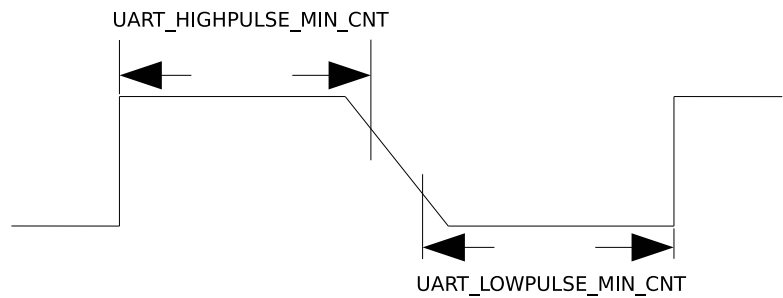

图 9-4. UART 信号下降沿较差时序图
2. 对于 UART 信号的下降沿信号比较差的情况，如图9-4所示，这时通过取 `UART_LOWPULSE_MIN_CNT` 与 `UART_HIGHPULSE_MIN_CNT` 的和平均得到的值不准确，可以通过 `UART_POSEDGE_MIN_CNT` 获取发送方波特率。计算公式如下：